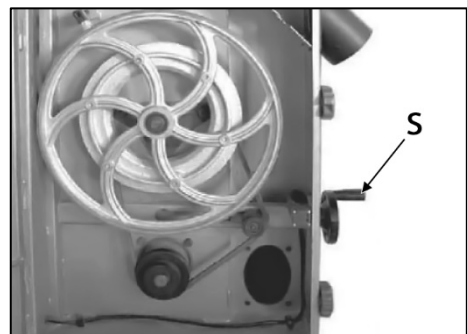

Рисунок 14.
Откройте передние среднюю и нижнюю панели. Полностью ослабьте приводной ремень, повернув маховик (S) (рис. 14) по часовой стрелке. Снимите, и, если есть необходимость, замените приводной ремень.